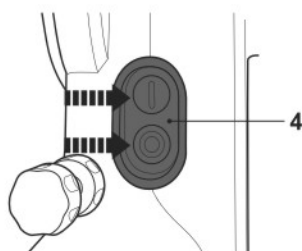

Fig. 10
- > Pulse el interruptor de encendido/apagado (4) en la posición de encendido (I) para encender el producto (Fig. 10).
- > Pulse el interruptor de encendido/apagado (4) en la posición de apagado (O) para apagar el producto.